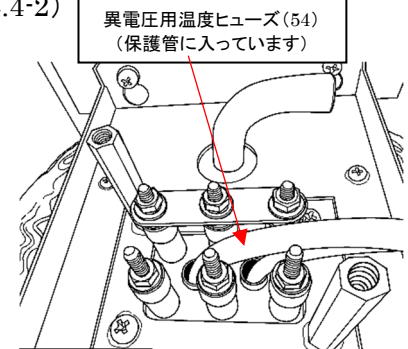

図 14.4-2
- ② 保護管に入っている異電圧用温度ヒューズ(54)を引抜いて下さい。(図 14.4-2)
- ③ 異電圧用温度ヒューズのコネクタを取外して下さい。
- ④ 新品の異電圧用温度ヒューズをコネクタに取付けて下さい。
- ⑤ 異電圧用温度ヒューズを保護管の奥まで差込んで下さい。
- ⑥ ターミナルカバー(8)をねじ 2 本で取付けて下さい。